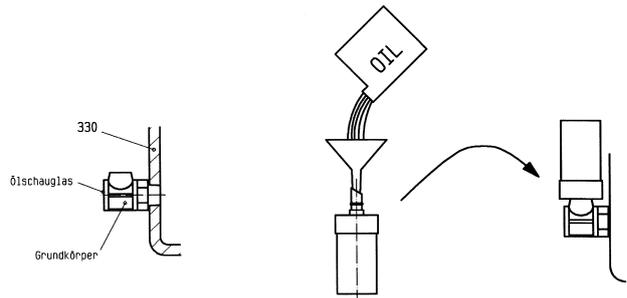

Bild 8
- Grundkörper in Lagerträger (330) bei Anschluss für Konstantlevelöler (638) mittels PTFE-Dichtungsband eindichten. Dabei so weit drehen, dass der Gewindeanschluss für das Reservoir senkrecht nach oben zeigt (Bild 8).
- Öfüllstopfen (637) an Lagerträger-Oberseite herausziehen und so lange Öl in Anschlussöffnung (GF1) füllen, bis der Ölspiegel bis knapp unter die Mitte des Ölstandsglases im Grundkörper reicht.
- Mit Hilfe eines Trichters Öl in das gläserne Reservoir füllen (Bild 8).
- Gefülltes Reservoir in den Grundkörper hineinstecken und sofort von Hand bis zum Anschlag festschrauben (Bild 8).